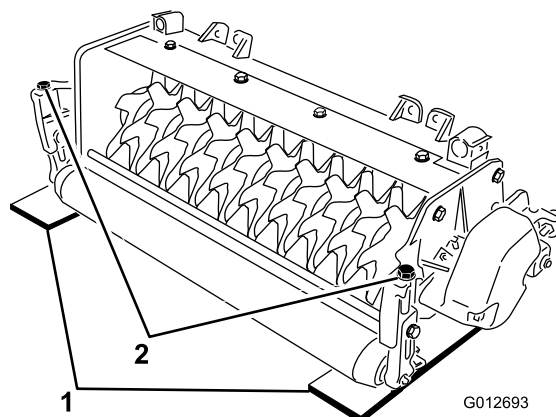

Figura 4
- Coloque 2 barras indicadoras, que têm a profundidade pretendida de penetração da lâmina abaixo do solo, sob os rolos dianteiro e traseiro do cilindro da unidade de corte vertical (em cada extremidade do cilindro) (Figura 4).
- Rode o parafuso de ajuste em cada suporte da altura de corte (Figura 4) de forma a que as lâminas do cilindro fiquem em contacto com a superfície nivelada em ambas as extremidades.